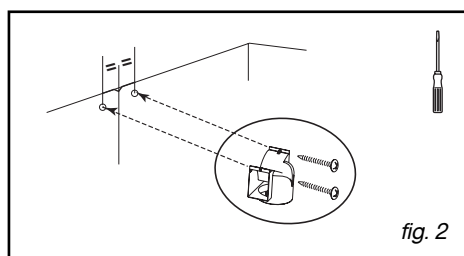

fig. 2
- Hang de afzuigkap met behulp van de twee rechthoekige uitsparingen aan de 2 hoekijzers (fig. 2).
– Zet de terugslagklep op de motoruitgang (fig. 2). Hiermee wordt voorkomen dat lucht van buiten naar binnen komt.
– Bevestig de plastic rookdeflector tegen de muur en tegen het plafond, met de twee schroeven (fig.2). Centreer de deflector in verhouding tot de verticale lijn op de muur (fig. 2).